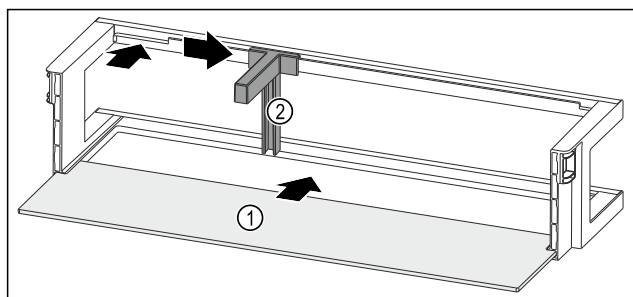

Fig. 217 Dveřní přihrádka s odkládací plochou
- ▶ Odkládací plochu Fig. 217 (1) zasuňte do bočních vybrání.
- ▶ Držák lahví Fig. 217 (2) vložte do vybrání.
- ▶ Držák lahví Fig. 217 (2) posuňte na stranu do požadované polohy.